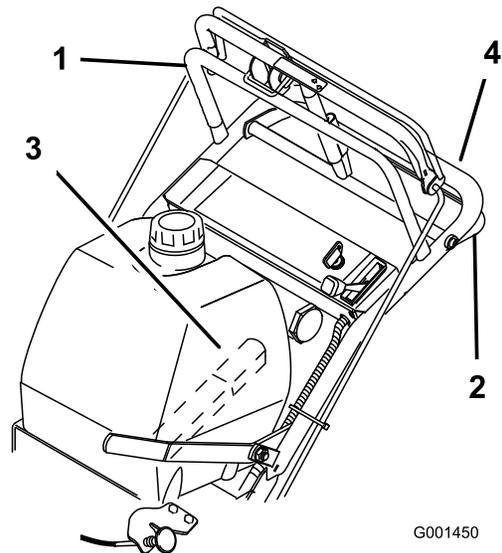
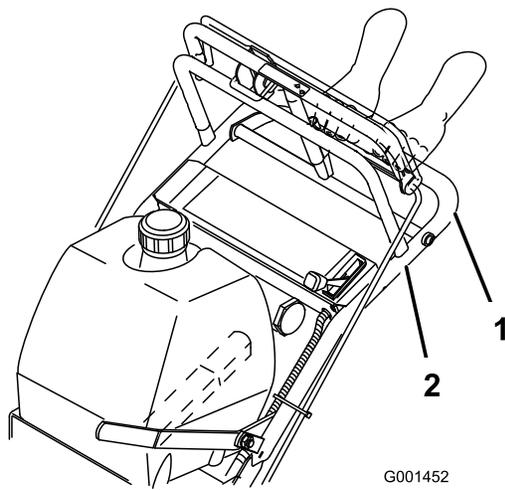

Figure 10
Figure 12
1. Pour vous déplacer en marche avant, sélectionnez une vitesse en marche avant (Figure 10).
3. Appuyez lentement sur la barre de commande supérieure pour avancer (Figure 10).
Pour vous déplacer en ligne droite, appliquez une pression égale aux deux extrémités de la barre de commande supérieure (Figure 10).
Pour tourner, relâchez la pression sur le côté de la barre de commande supérieure dans la direction que vous voulez prendre (Figure 10)
3. Rapprochez lentement la barre de commande inférieure de la partie inférieure du guidon pour vous déplacer en marche arrière (Figure 10).
7. Engagez la barre de commande inférieure et soulevez la partie inférieure du guidon simultanément pour monter sur la bordure (Figure 10 et Figure 11).
4. Engagez la barre de commande inférieure et soulevez la partie inférieure du guidon simultanément (Figure 10 et Figure 12).